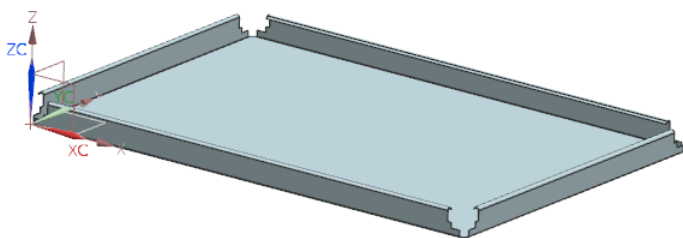

图 2-55 创建弯边特征 8
(9) 在“弯边”对话框中，单击<确定>按钮，创建弯边特征 8，如图 2-55 所示。